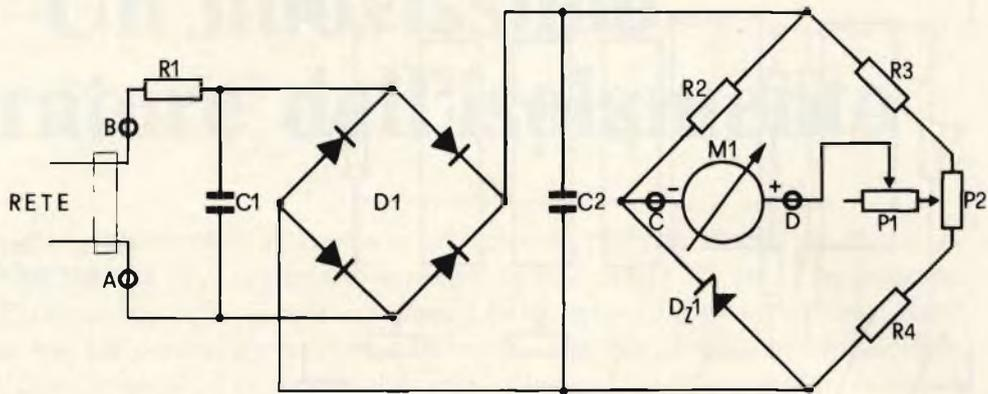
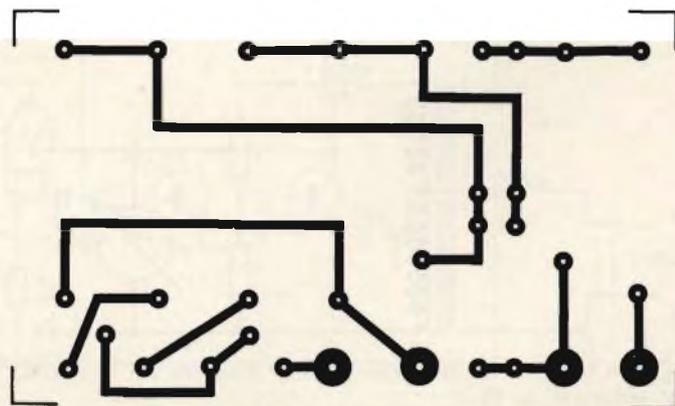
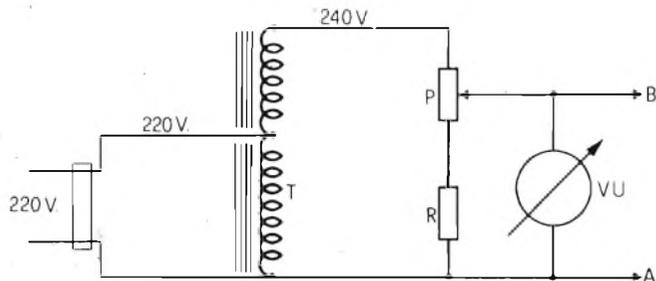

Fig. 6 - Secondo esempio applicativo: voltmetro a scala espansa per il controllo della tensione di rete.
Fig. 7 - Circuito stampato relativo allo schema di figura 6.
Fig. 9 - Circuito necessario come sorgente campione per la taratura del voltmetro di fig. 6.
Questa volta vi risparmiamo tutti i calcoli (anche perché pensiamo che a questo punto siate capaci di farli per conto vostro) e passiamo invece subito alla descrizione del circuito elettrico di fig. 6.
### ELENCO DEI COMPONENTI Fig. 6
Il circuito di fig. 6 trova posto su una basetta stampata di circa 50 x 55 mm.: il disegno delle piste ramate è in fig. 7. Un pezzo di basetta preforata va comunque più che bene e permette un montaggio più veloce, anche se meno elegante.
Per tarare il voltmetro di fig. 6 occorrono un cacciavite (sic!) e una sorgente di tensione alternata variabile da circa 200 a circa 250 V. Il primo ce l'hanno tutti; la seconda può essere ottenuta con il circuito di fig. 9, tarandola man mano con un tester preciso con scala molto ampia (e chi non ce l'ha se lo faccia prestare).
- 2) per mezzo del circuito di fig. 9, inviare all'ingresso del voltmetro 220 V esatti (valore del centro scala); regolare P2 perché l'indice dello strumento sia a centro scala;
- 3) regolare P (fig. 9) fino ad ottenere la minima tensione prevista (es.: 200 V); agire poi su P1 perché l'indice si porti esattamente sull'estremo sinistro della scala;